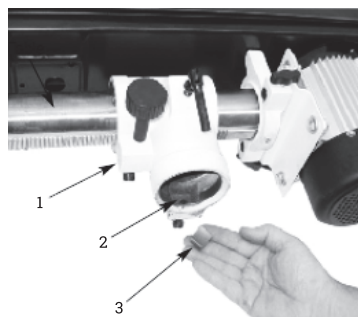

Рис. 5. Установка фиксатора в углубление кронштейна
Несмотря на свою компактность, головка сверлильного станка в сборе имеет большую массу. Устанавливать головку в сборе на стойку должны два человека. Вставить фиксатор (3) в углубление кронштейна (2) на консоли головки (1) (рис. 5).